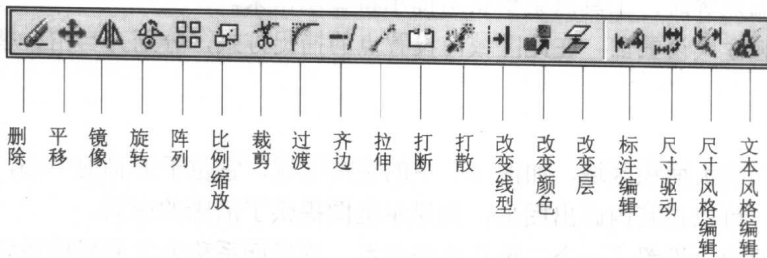

图 1-8 “编辑工具”工具栏
(6) “编辑工具”工具栏 编辑工具工具栏提供了编辑图形常用的各种编辑命令，如图 1-8 所示。